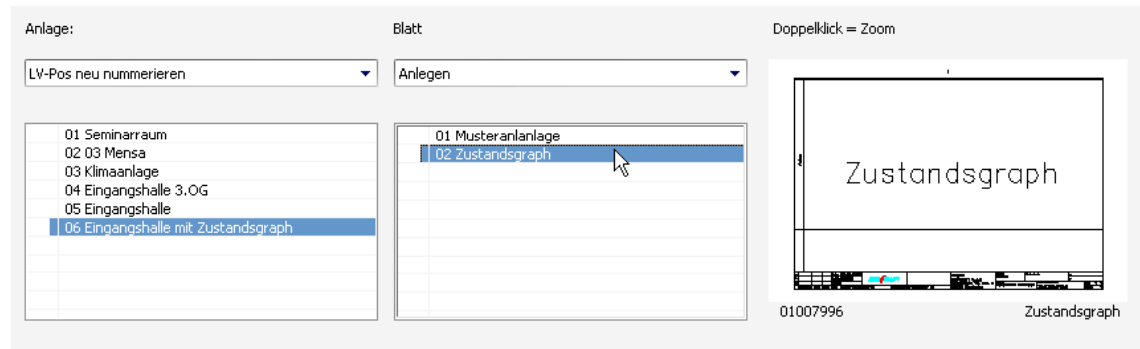

Bild 25.2 – Jeder Zustandsgraph sollte ein eigenes Blatt erhalten.
- Wählen Sie in der Zeichnungsverwaltung die gewünschte *Anlage* aus und legen Sie dort ein neues *Blatt* an. Verleihen Sie diesem wie üblich eine *Zeichnungsnummer* und benennen Sie das Blatt eindeutig, z. B. mit **Zustandsgraph** (Abb. 25.2).